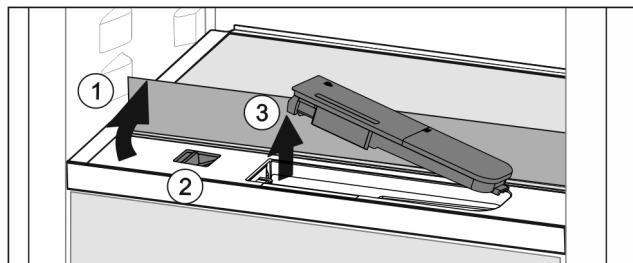

Fig. 48
- Повдигнете стъклената плоча и я завъртете до ограничителя назад Fig. 48 (1).
- Преместете пъзгача Fig. 48 (2) наляво.
- Извадете резервоара за вода Fig. 48 (3).